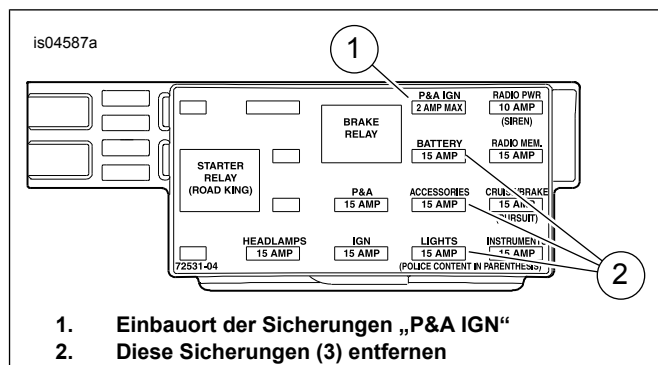

Abbildung 14. Sicherungshohlraum „P&A IGN“ (Touring-Modelle von 2004–2007)
3. **ALLE Modelle:** Siehe Abbildung 14. Den Sicherungshohlraum mit der Bezeichnung „P&A IGN“ „2A MAX“ (1) ausfindig machen. Dieser Stromkreis wird von einer Seite her von einer Stromschiene versorgt; es ist aber kein dazu gehörendes Kabel bzw. keine Sicherung vorhanden. Die drei gegenwärtig eingebauten Sicherungen (2) aus dieser Reihe entfernen und deren Einbauort notieren.